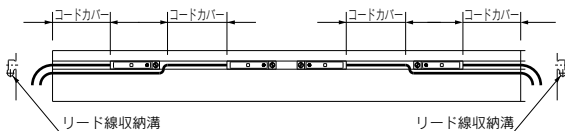

図1 オートスイッチ取付け位置
オートスイッチを複数使用される場合には必ずリード線装着溝を利用してシリンダ端面より引出してください。(図1参照 太線：リード線)
2) コードカバーを所定長さ(図1参照)にカッターまたはチューブカッターにて切断してください。